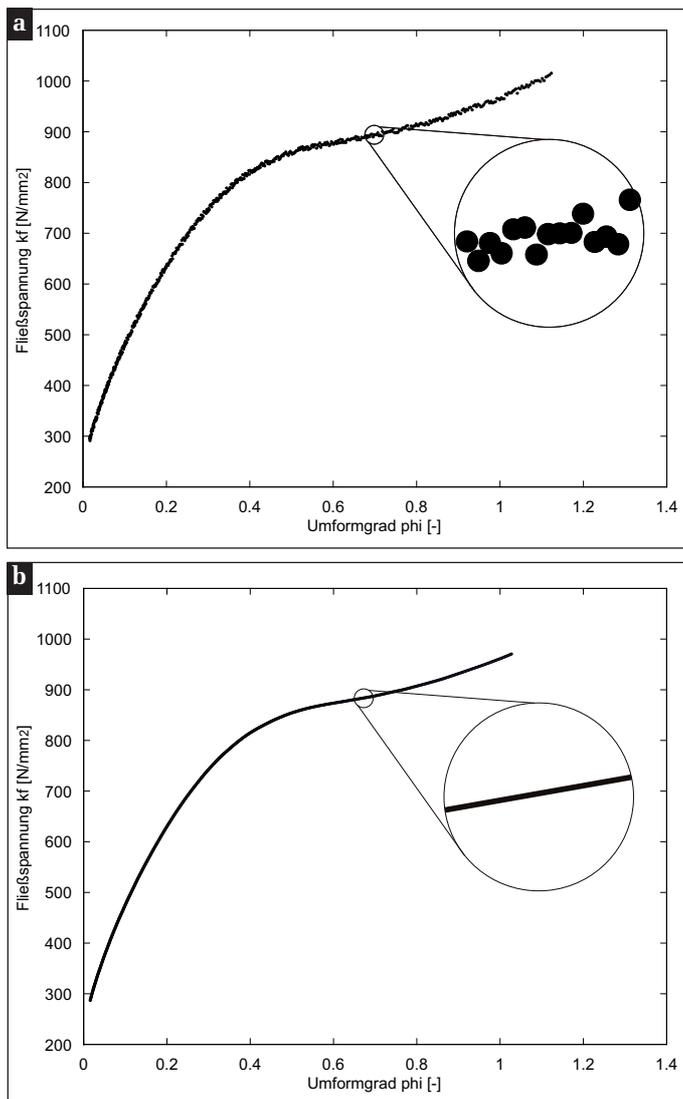

Abb. 6: Wirkungsweise einer Datenglättung:
- Filtern verrauschter Daten: Bei verrauschten Daten sollte vorher eine Glättung (Filterung) durchgeführt werden (Abb. 6). Ein bekannter Filter ist der Mittelwerts-Filter (Moving Average), der auch im IAM-Präprozessor zur Verfügung steht. Weitere implementierte Filter basieren auf Methoden der Fourier-Analyse (Convolution, FFT) und der Singulärwertzerlegung (SVD).